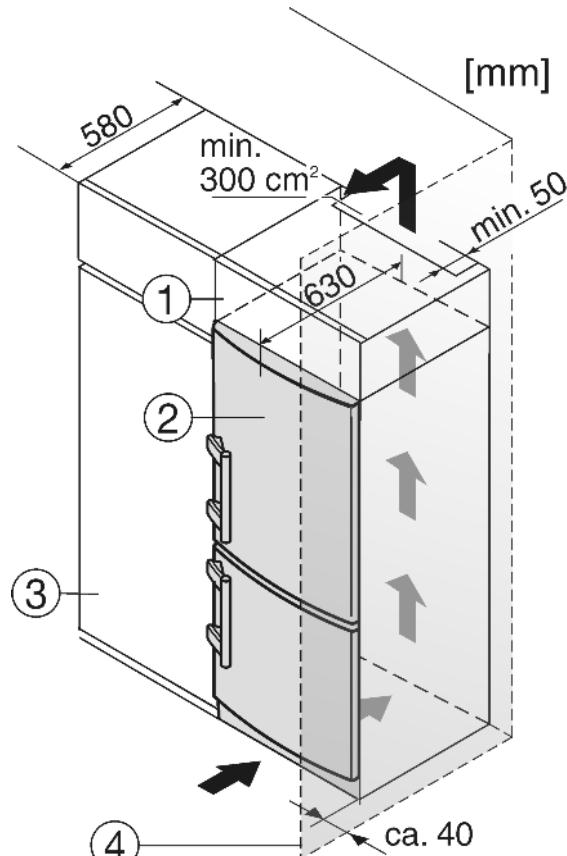

Fig. 25
(1) Дополнительный шкафчик
(2) Устройство
(3) Кухонный шкаф
(4) Стенка
Устройство может быть окружено предметами кухонной обстановки. Чтобы уравнять устройство Fig. 25 (2) по высоте с кухонной стенкой, можно установить над устройством соответствующий дополнительный шкафчик Fig. 25 (1).
При комбинировании с обычными кухонными шкафами (глубина макс. 580 мм) устройство можно установить непосредственно рядом с кухонным шкафом Fig. 25 (3). Дверь устройства выступает по сторонам на 34 мм и по центру устройства на 50 мм относительно передней стенки кухонного шкафа. Поэтому ее можно свободно открывать и закрывать.
Если устройство установлено на шарнирах у стены Fig. 25 (4), то расстояние между устройством и стеной должно быть не менее 40 мм. Настолько выступает ручка при открытой дверце.